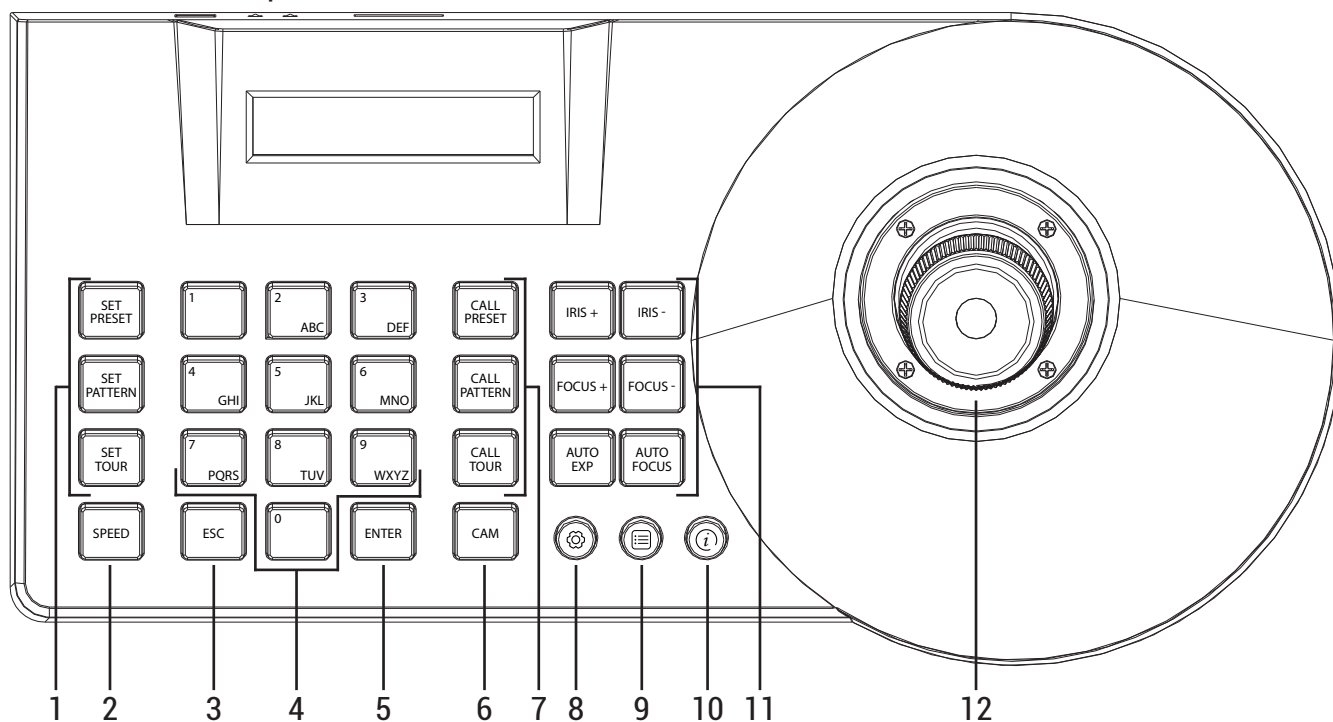

Рисунок 1
Кнопка на рукоятке джойстика. Действие аналогично клавише ENTER (см. рис. 1 на стр. 3).
1. Нажмите клавишу  на панели управления устройства (рис. 1).
Для ввода IP-адреса используйте цифровой блок клавиш (рис. 1). Для перемещения курсора отклоните джойстик вправо, для удаления ошибочно введенных символов отклоните джойстик влево. Для подтверждения ввода IP-адреса нажмите клавишу **ENTER**.